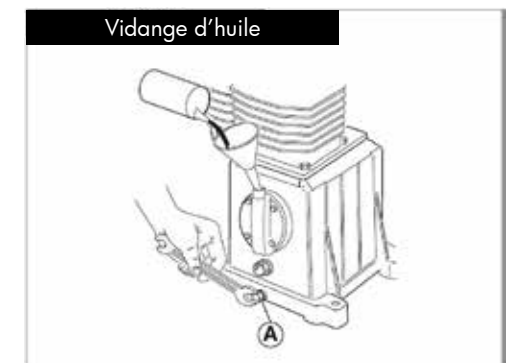

Fig. 18 Vidange d'huile
2. Enlevez le bouchon ou la jauge. Dévissez la vis de vidange d'huile (figure 18, A) et recueillez l'huile usagée dans un récipient adapté.